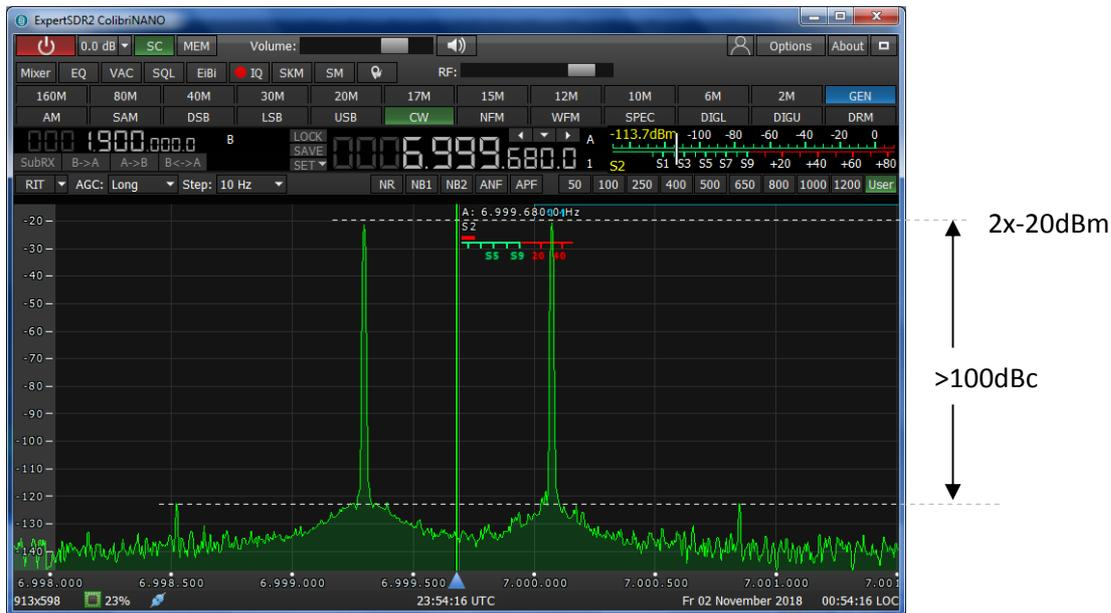

Bild 5: IM3-Messung an einen Direct-Sampling Digital Receiver, IMD3 >100dBc
- im Gegensatz zu analogen Empfängern - seinem größten IM-freien Dynamikbereich. Bild 5 zeigt die IMD3-Verzerrung eines direkt abtastenden 14Bit SDR's, mit IM3-Abständen von über 100dB.